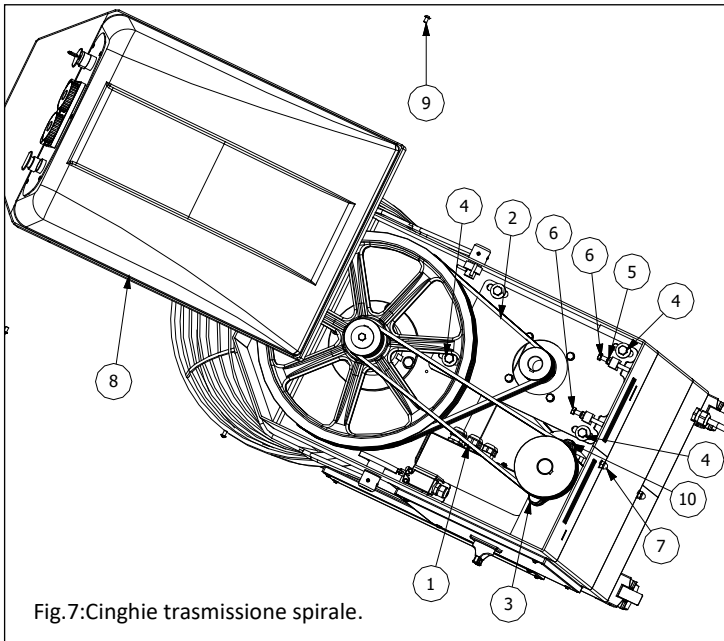
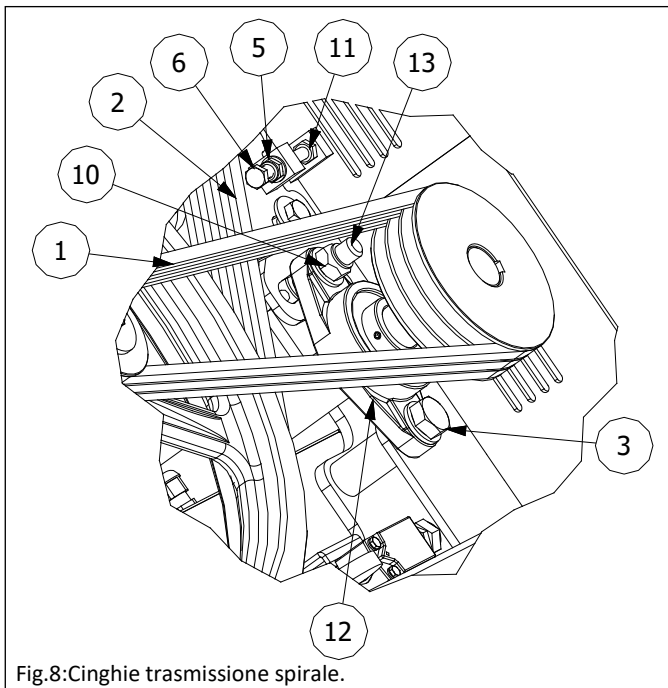
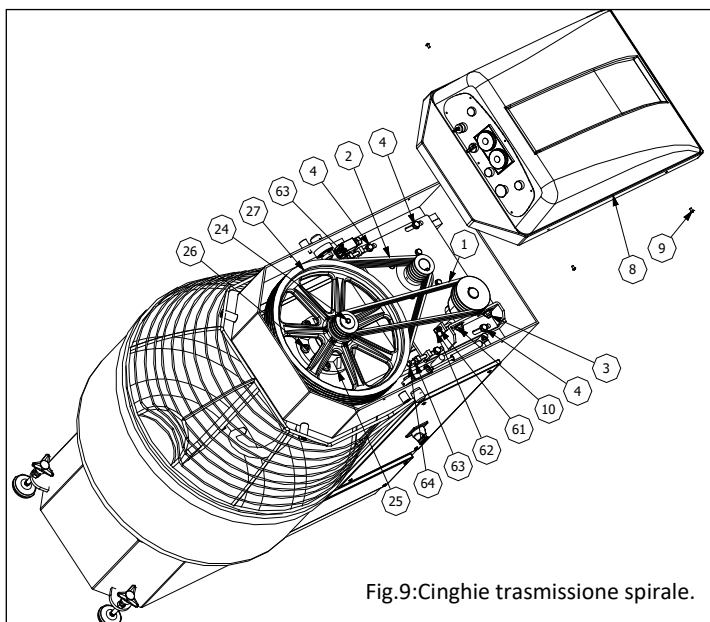

Fig.7:Cinghie trasmissione spirale.
Fig.8:Cinghie trasmissione spirale.
Fig.9:Cinghie trasmissione spirale.
- Verificare che i dadi di bloccaggio, Pos.11 fig.8, della viti Pos.6 risultino serrati.
Per la manutenzione delle cinghie trasmissione vasca vedere la figure 7,8,11,12.
- si allenta la vite Pos. 3 fig.8 e il dado autobloccante Pos.10
Per la manutenzione delle cinghie trasmissione vasca vedere la figure 7,8,13,14.
- si allentano i dadi Pos. 10, fig.8,
- si sblocca il dado Pos. 61 fig.8,
Il nippolo di ingrassaggio "N.I." è indicato nella figura accanto. I supporti sono due uno nel vano testata Pos.12 fig.8 e uno nel vano Basamento fig.12. Sono raggiungibili, rispettivamente, smontando il carter testata Pos.8 fig.7 e il carter di ispezione cinghie basamento Pos.13. fig.9.